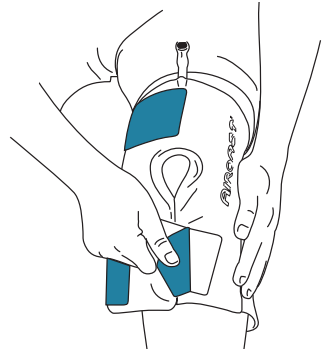

Figura 2
2. Aplique siempre Cryo/Cuff VACÍO (Figura 2)